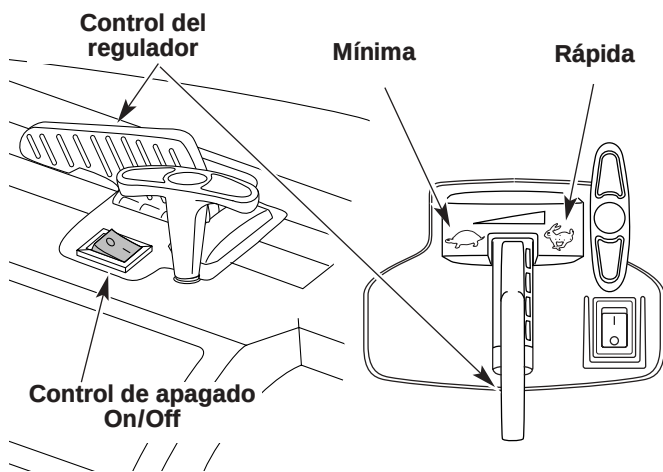
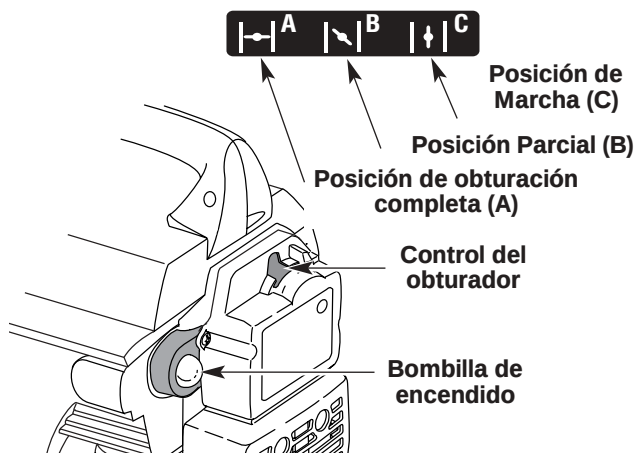

Fig. 9
Fig. 10
NOTA: El control de apagado On/Off es un interruptor transitorio y siempre está en posición de ENCENDIDO (ON) (I) (Fig. 9).
3. Oprima y suelte por completo la bombilla de encendido lentamente de 5 a 7 veces. Debe poder sentir y ver el combustible en la bombilla (Fig. 10). Si el combustible no ha entrado a la bombilla, oprima tres veces más, o hasta que lo haga.
4. Coloque el control de obturación en la posición de obturación completa (FULL) (A) (Fig. 10).
5. Con la unidad sobre el suelo (Fig. 11), mueva el control del regulador a la posición rápida (R) (Fig. 9).
7. Coloque el control de obturación en la posición parcial (PARTIAL) (B) (Fig. 10).
- NOTA:** La unidad no funcionará en mínima en la posición de obturación completa (FULL) (A) (Fig. 10).
10. Deje calentar el motor durante 5 a 10 segundos. Coloque el control de obturación en la posición de marcha (RUN) (C) (Fig. 10).
NOTA: Si el motor se inunda mientras intenta arrancar, coloque el control del obturador en la posición de marcha (RUN) (C | I). Mueva el control del regulador a la posición rápida () (Fig. 9). Tire de la cuerda de arranque rápidamente. El motor debe arrancar con tres (3) a ocho (8) tirones.
NOTA: No hace falta usar el obturador cuando arranque un motor caliente. Coloque el control del regulador en la posición rápida () (Fig. 9) y arranque la unidad con el control de obturación en la posición parcial (PARTIAL) (B |) (Fig. 10).
1. Mueva el control del regulador a la posición de mínima () (Fig. 9). Deje enfriar el motor en mínima durante 10 a 15 segundos.
2. Oprima y sostenga el control de apagado On/Off en la posición de apagado (STOP) (O) hasta que el motor se detiene por completo (Fig. 9).
1. Oprima y sostenga el control de apagado On/Off en la posición de apagado (STOP) (O) hasta que el motor se apague por completo (Fig. 9).